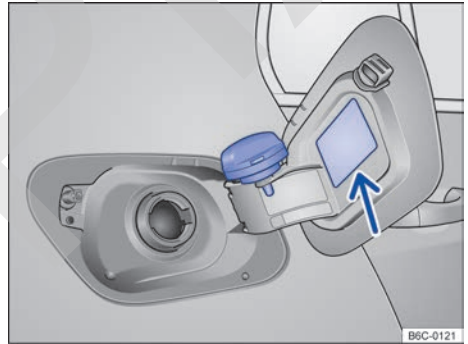

Fig. 119 Portezuela del depósito de combustible abierta con el tapón de cierre del depósito de combustible colgado.
- Retirar la tapa del depósito girándola en sentido antihorario y encajarla en el soporte de la portezuela del depósito → fig. 119.